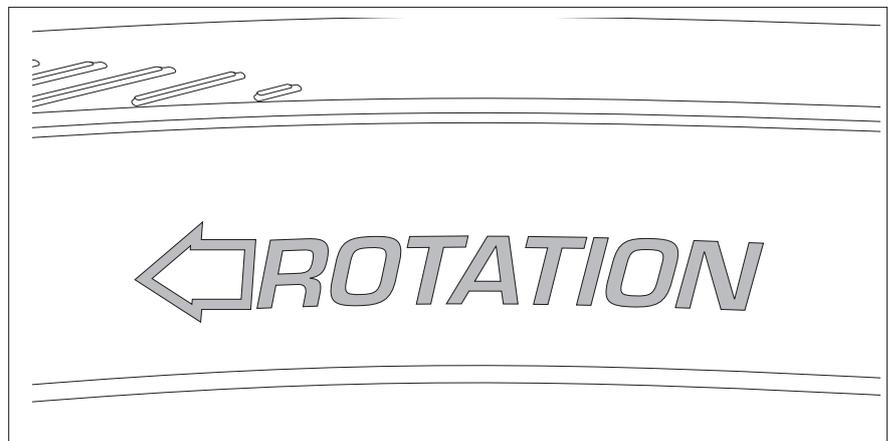

Fig.12
- Observe el sentido de avance en el neumático (Fig.12).